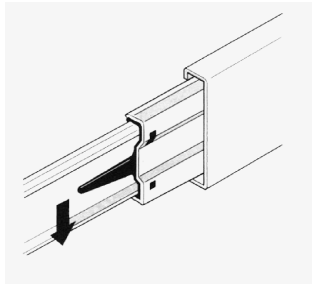
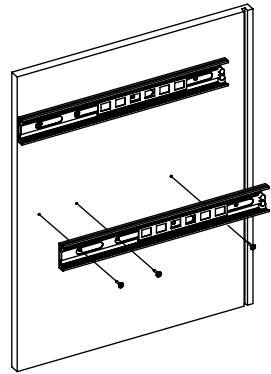

Рис.1
Рис.2
1. Подготовьте детали к сборке. Отсоедините от основания телескопических направляющих внутренние планки, отогнув пластиковый рычажок фиксатора (Рис. 1). Основания телескопических направляющих закрепите на деталях 3 и 4 шурупами 3,5x16. (Рис. 2)